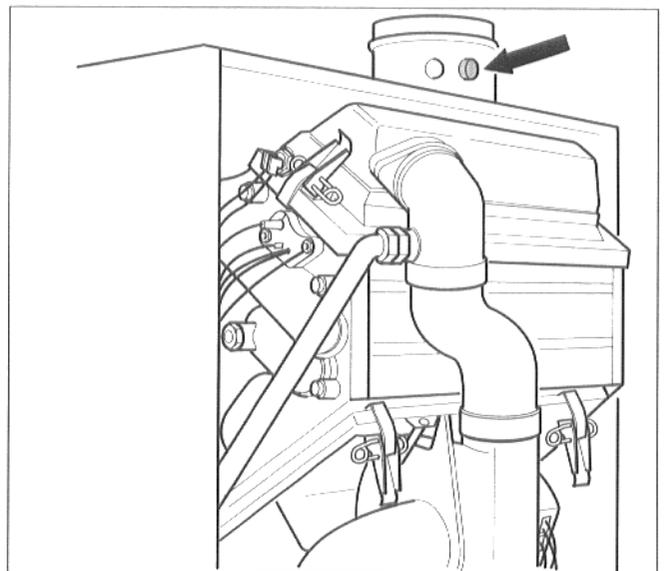

Abb. 27 Meßstelle für Abgas
- CO₂-Anteil an der Meßstelle für Abgas (Abb. 27) messen und notieren.
Zu 9. Kohlenmonoxydgehalt messen (Meßstelle Abb. 27)